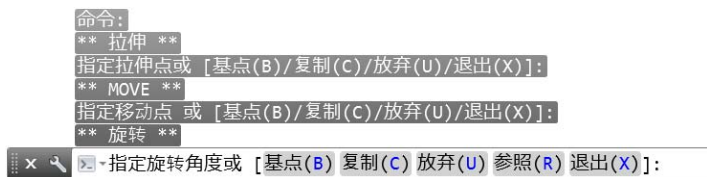

图 5-24 切换夹点模式为“旋转”
③ 按空格键或〈Enter〉键遍历浏览夹点模式,直到显示夹点模式为“旋转”,如图 5-24 所示。